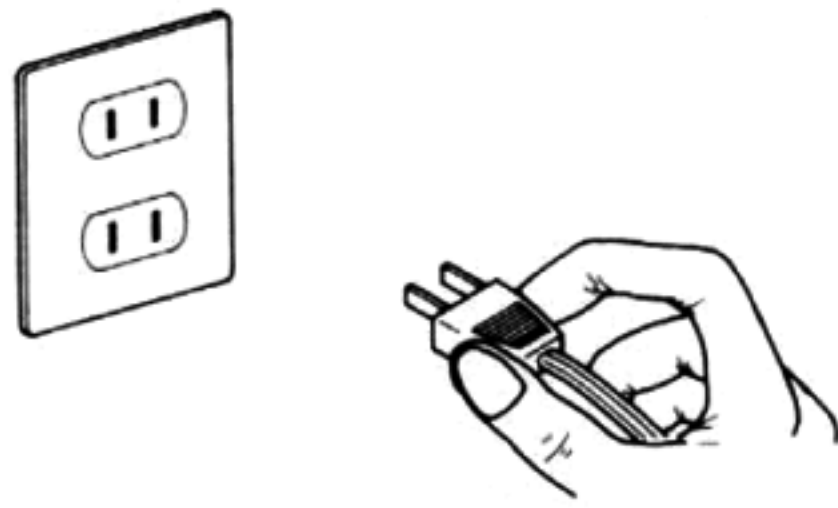
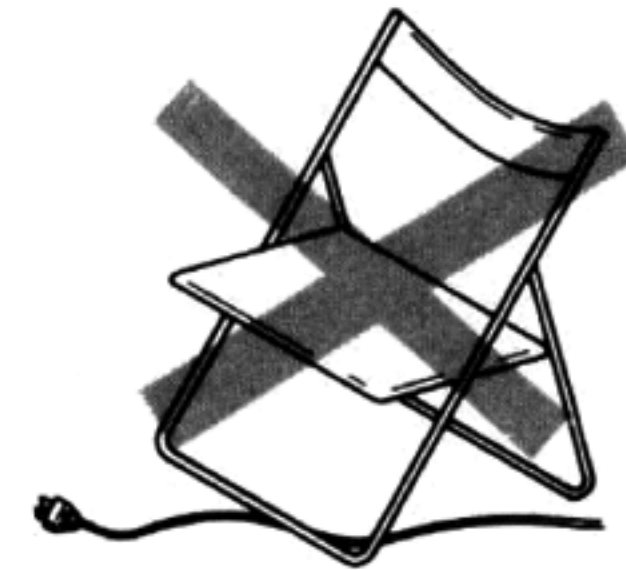

Fig. 1
Fig. 2
- 2) Be sure to pull the plug, not the cord. (Fig. 1) Do not handle with wet hands. Do not damage the power cord. (Fig. 2) If the tape deck is not being used for an extended period, unplug the power cord.
- 2) Para desenchufar, asegurarse de tirar del enchufe y no del cordón (Fig. 1). No tocar el cordón con las manos mojadas. No dañar el cordón eléctrico (Fig. 2). Desconectar el cordón eléctrico cuando no se vaya a usar la unidad por un período largo de tiempo.
- 2) *Tirer toujours sur la prise et non sur le câble. (Fig. 1) Ne pas manipuler le câble avec des mains humides. Ne pas endommager la câble d'alimentation. (Fig. 2) Si l'appareil n'est pas utilisé pendant longtemps, débrancher le cordon secteur.*